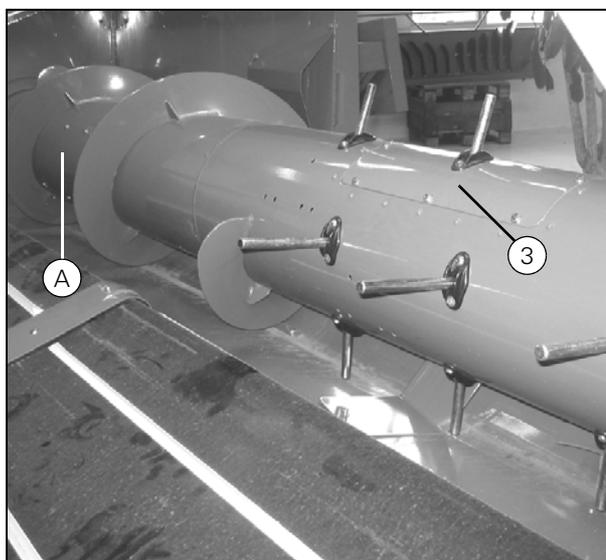

Рисунок 25
3. Снимите болты внутреннего кронштейна через треугольное отверстие (G). Используйте накидной ключ с длинной рукояткой. При наличии повреждений шнека жатки снимите смотровые лючки (3) и (A), (Рис. 25).
1. Снимите смотровой лючок (3) (Рис. 25).
3. Ударьте по кривошипу в направлении стрелки, чтобы снять его с коленчатого вала (A) (при сборке не забудьте установить шплинты (B)).